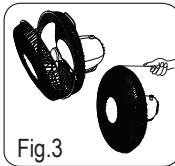

Fig.3
5. Open de klemmen op het voorste beschermrooster en plaats het voorste beschermrooster op het achterste beschermrooster (breng de borgschroef gaten in lijn) en sluit de klemmen. Draai de borgschroef en moer vast. (Afb. 3)